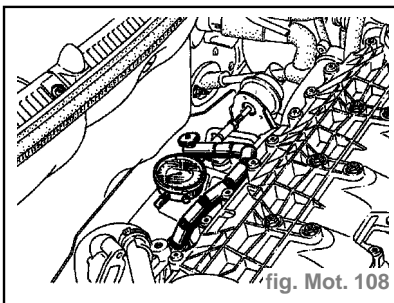

fig. Mot. 108
- Utiliser un pied magnétique muni d'un comparateur que l'on positionnera en bout de tige de wastegate. (fig. Mot. 108)